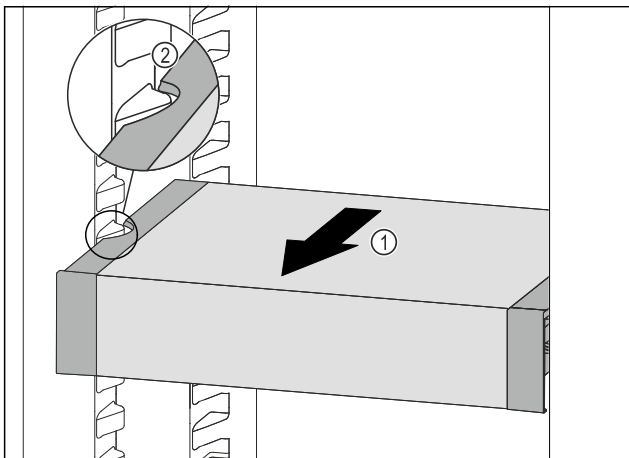

Fig. 206
- ▶ Вытягивайте VarioSafe вперед Fig. 206 (1), пока боковые выемки VarioSafe не окажутся на высоте выступа резервуара в холодильном отделении. Fig. 206 (2)